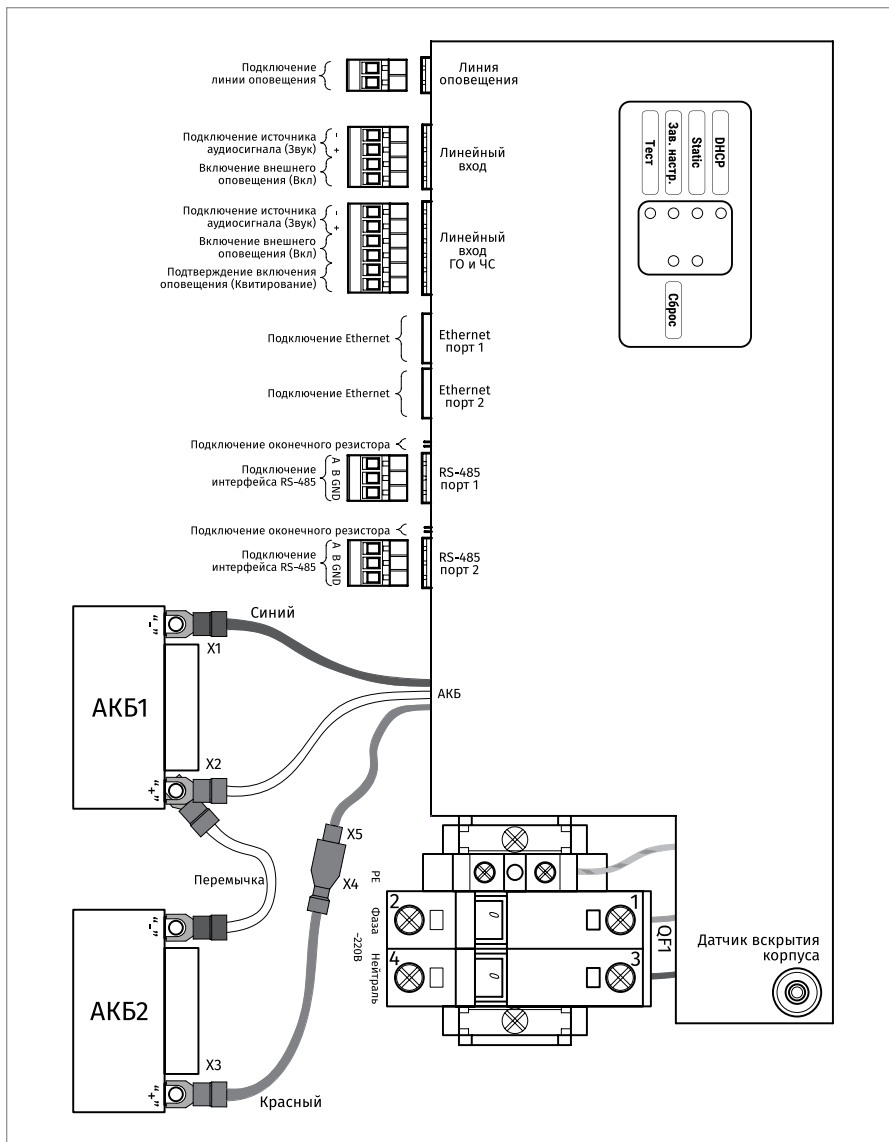

Рисунок 7. Схема внешних соединений модуля «Рупор-300»
2. Схема внешних соединений приведена на Рисунок 7.